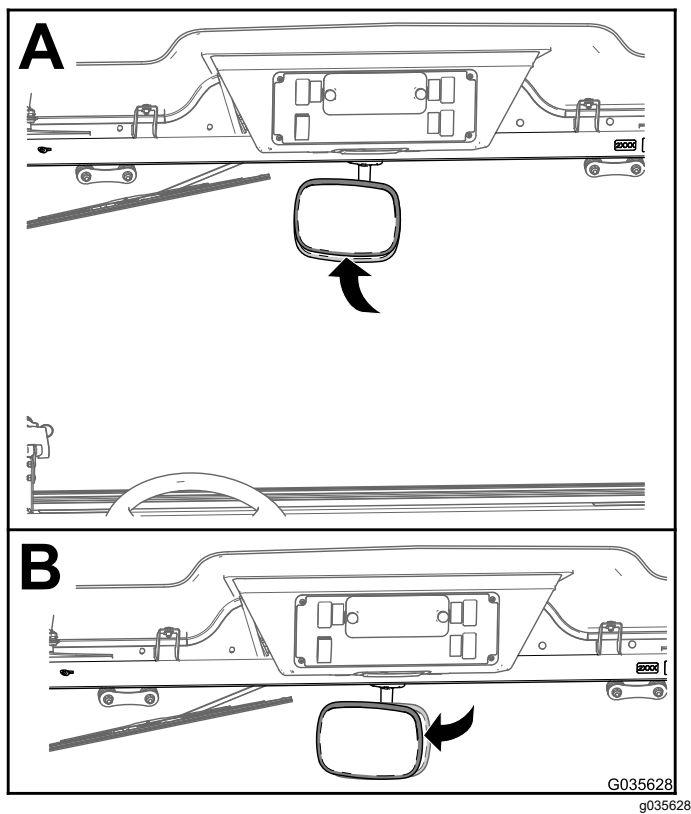

図 8
1. 両手を使ってミラーを上下方向に動かして調整する 図 7または図 8のA。
2. 両手を使ってミラーを左右方向に動かして調整する 図 7 または 図 8 の B。